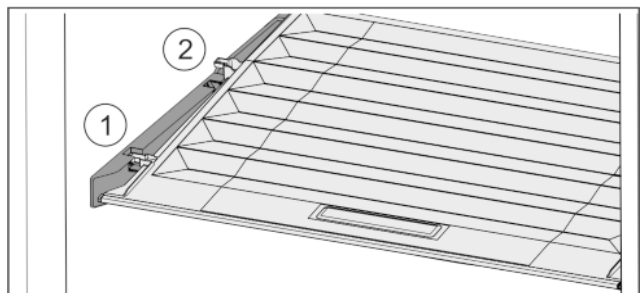

Fig. 33
- Издърпайте напред Fig. 33 (1) капака до отвора в задържащите части.
- Повдигнете го отзад отдолу и отстранете Fig. 33 (2) нагоре.